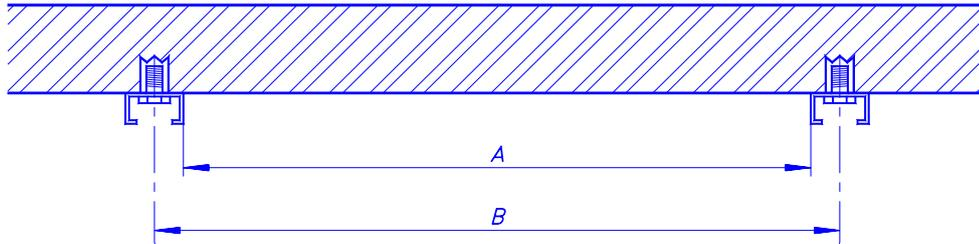

Fig.6
6) Coloque los elementos de fijación en el cielorraso (tipo broca o similar) teniendo en cuenta que los tornillos a utilizar no sean inferiores a 1/4" W, y fije las guías. (Fig.6)